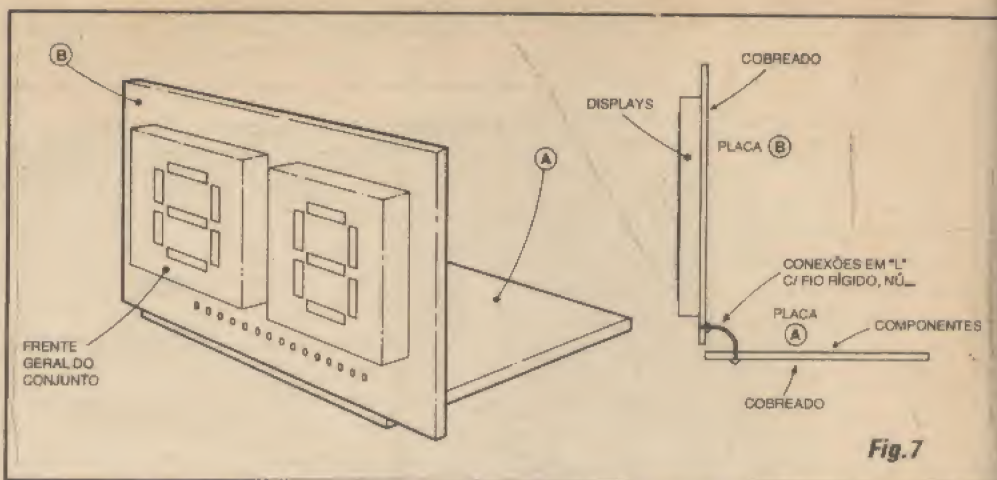

Fig. 7
- FIG. 7 - MAIS DETALHES DA INTERCONEXÃO DAS PLACAS... - A ilustração detalha com ainda maior clareza, a acomodação mecânica das placas, entre si... Notar o arranjo geral em "L" das placas, bem como as orientações dos *displays*, da face dos componentes da placa A, etc. O diagrama é altamente *auto-explicativo*, não sendo necessárias muitas palavras... É olhar e... copiar!
- FIG. 7 - A REALIZAÇÃO INDUSTRIAL DOS DISPLAYS NUMÉRICOS A LEDs, COM 7 SEGMENTOS... - A construção de *displays* do tipo mostrado, usando LEDs comuns, *discretos*, embora possível, não é industrialmente prática, nem